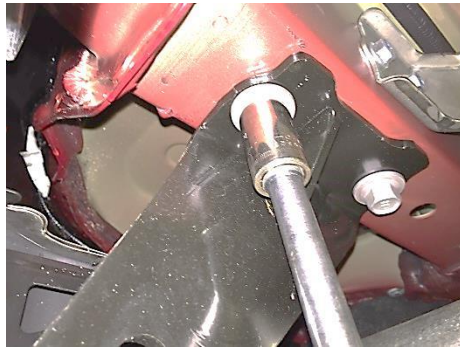

Figure 2
- Utiliser une douille de 17 mm pour retirer les boulons (2) du support d'attache du côté passager; voir la figure 2. Remettre le support d'attache au propriétaire du véhicule.
Utiliser une douille de 17 mm pour retirer les boulons (2) du support d'attache du côté passager; voir la figure 2. Remettre le support d'attache au propriétaire du véhicule.